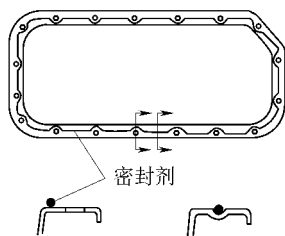

图 1-92 对油底壳涂敷密封剂
3) 按图 1-92 所示对油底壳涂敷密封剂，在 5min 内将油底壳套到气缸体上的双头螺栓上，用 16 个螺栓和两个螺母予以紧固。